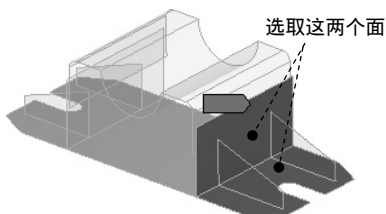

图 7.7.17 定义 Master 几何对象
(2) 选择 Master 几何对象。选择图 7.7.17 所示的两个面为 Master 对象,单击 **Master Geometry** 文本框中的 **Apply** 按钮确认选取。